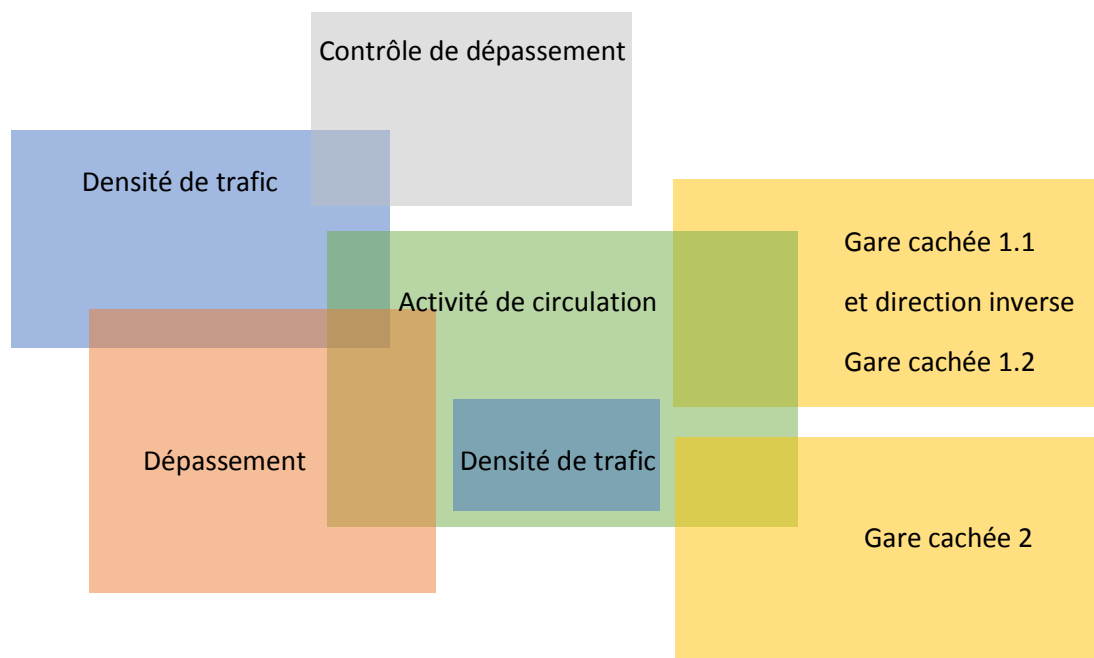

Fig. 14.2
- Plusieurs zones de RTF peuvent se chevaucher ou s'imbriquer (Fig. 14.2). Peu importe que ces RTF soient du même type ou non, à l'exception encore une fois des RTF-CGC. Ceux-ci ne doivent pas chevaucher d'autres RTF, à l'exception d'un RTF-CGC pour la direction inverse, d'un RTF_AC et d'un RTC-ITH. C'est exprès que le RTF-EXPERT n'est pas mentionné ici. Tant qu'il ne remplit qu'une fonction de comptage, il peut se trouver dans n'importe quelle zone d'un autre RTF. Par contre s'il bloque aussi des itinéraires, il ne doit alors pas chevaucher un RTF-CGC.